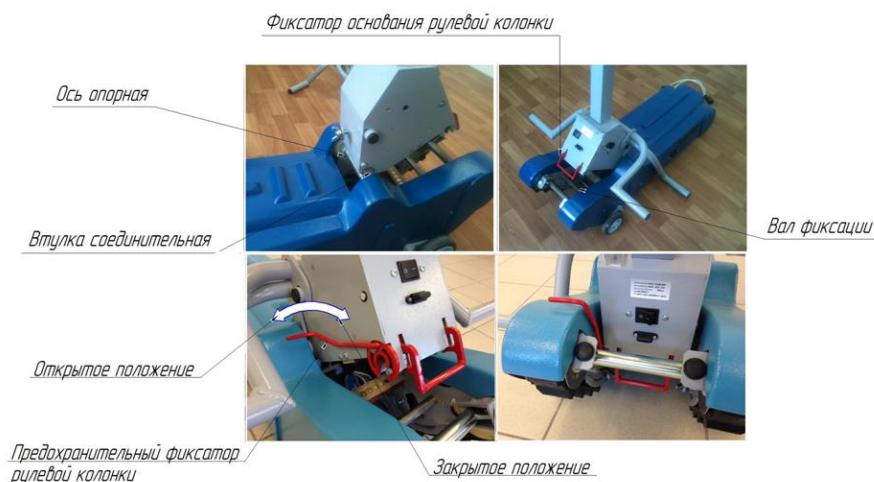

Рис.8. Сборка подъемника
- установите рулевую колонку с основанием вертикально относительно опорной оси подъемного агрегата (Рис.8) при этом предохранительный фиксатор рулевой должен быть в открытом положении;
- приложив небольшое усилие, отвести рулевую колонку движением на себя вниз, до зацепления рулевой колонки защелками фиксатора (Рис.8);
- переведите предохранитель фиксатора рулевой колонки на себя (в закрытое положение Рис.8), тем самым обезопасив себя от случайного открывания фиксатора рулевой колонки;
Отсоединение рулевой колонки с основанием от корпуса агрегата производится в обратной последовательности, при этом предохранительный фиксатор рулевой колонки должен быть в открытом положении (Рис.8).
- поставить подъемник в удобное место для установки на него кресла-коляски с пассажиром, освободить фиксатор основания рулевой колонки от фиксирующих защелок, соединяющих его с гусеничным агрегатом (Рис. 8);
- перевести предохранительный фиксатор рулевой колонки в открытое положение движением от себя. (Рис.8);
- перевести предохранительный фиксатор рулевой колонки в закрытое положение движением на себя (Рис. 8);
- **Запрещается движение подъемника по лестнице, если предохранительный фиксатор рулевой колонки находится в открытом положении (Рис.8).**